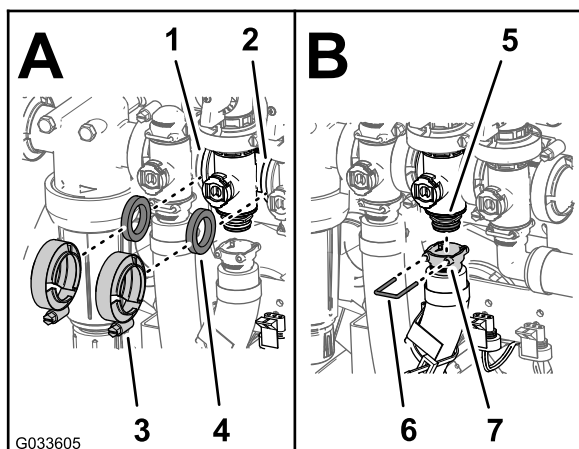

図 128
2. 攪拌バイパスバルブ、ガスケット、攪拌バルブマニホールドを組み立てて、フランジクランプを手締めする 図 128。